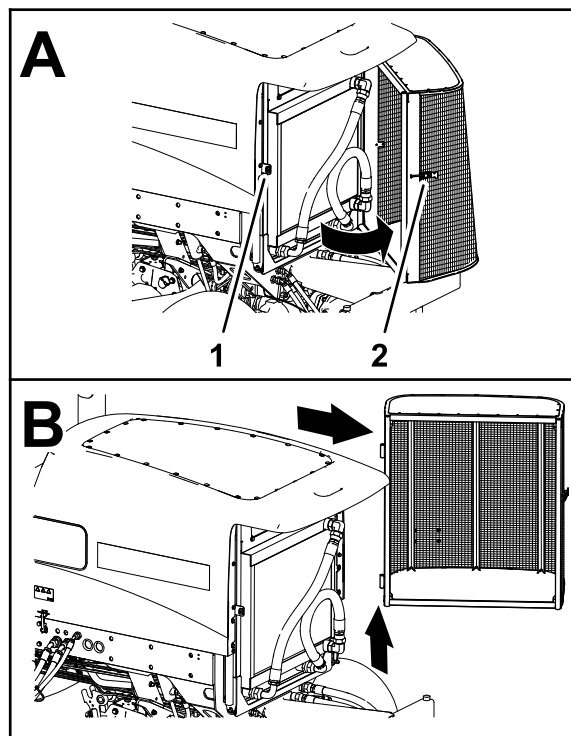

Figure 145
2. Déverrouillez et ouvrez la grille arrière (Figure 145).